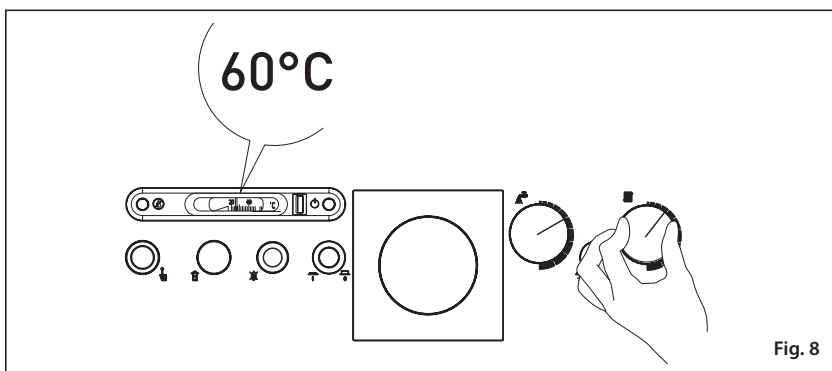

Fig. 8
3.2.2 Setarea temperaturii centralei (fig. 8)